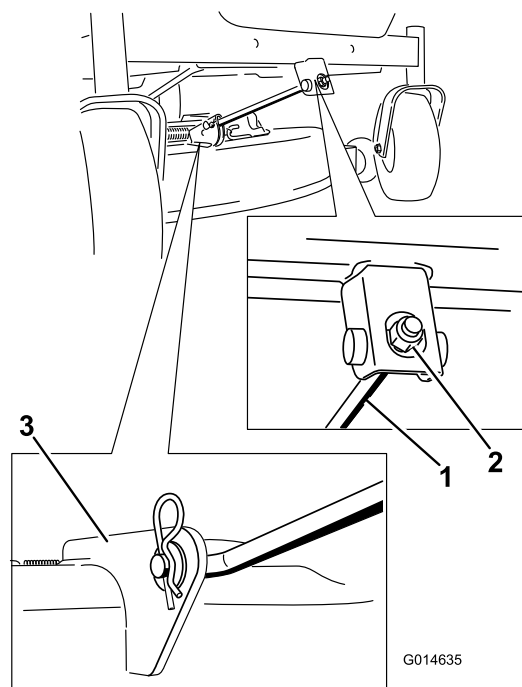

Figura 76
- Îndepărtați tiftul în formă de agrafă de pe tija de sprijin din față și scoateți tija din suportul pentru punte (Figura 76).
8. Fixai tijă de sprijin față la puntea mâinii de tuns iarba cu tiftul cu cap și gaură și tiftul în formă de agrafă (Figura 76).